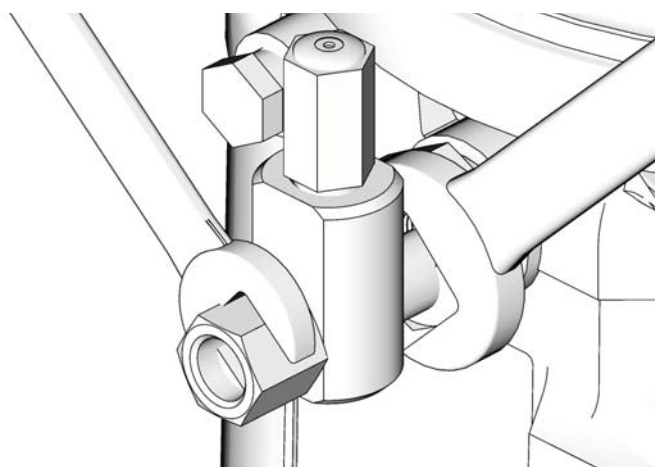

РИС. 11
1. Ослабьте фитинг патрона насоса (рис. 11).
3. Затяните фитинг патрона насоса, поворачивая два ключа в противоположные стороны (рис. 11).